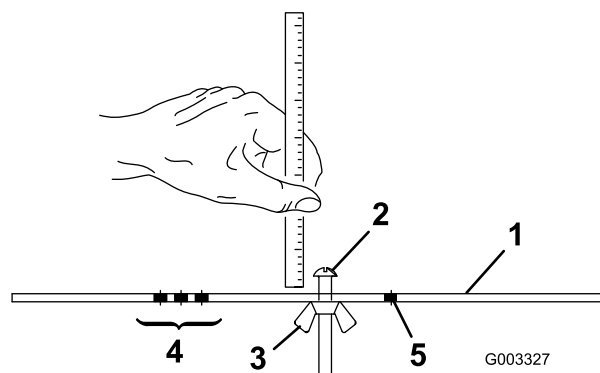

图 18
2. 松开调刀尺上的螺母 图 18 并将调节螺丝设定为所需的剪草高度。螺丝头底部与调刀尺表面之间的距离就是剪草高度。